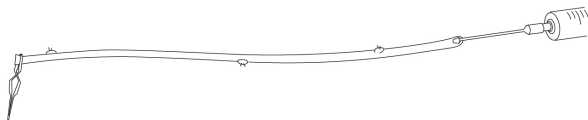

Figure 1; Рисунок 1
2. Чтобы перевязать боковые ответвления используйте швы или узлы. Не используйте металлические клипсы (Рисунок 1).